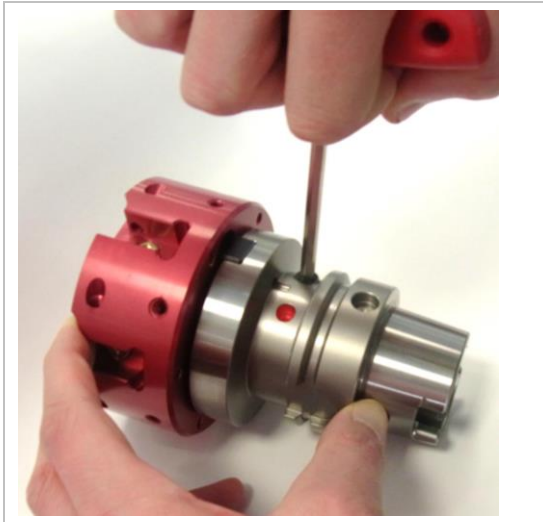

Abbildung 4: Werkzeug zentrieren
3. Drehen Sie die Zentrierschraube mit Hilfe des passenden Innensechskantschlüssels mit Quergriff bis zum Anschlag zu (siehe „Abbildung 4: Werkzeug zentrieren“).